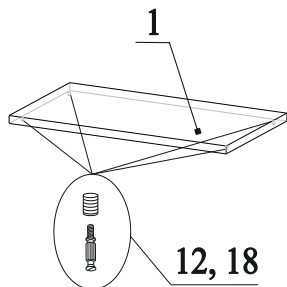

Рис.2
1. В отверстия на детали 1 вбить муфты 18 и вкрутить в них дюбеля 12 (рис.2);